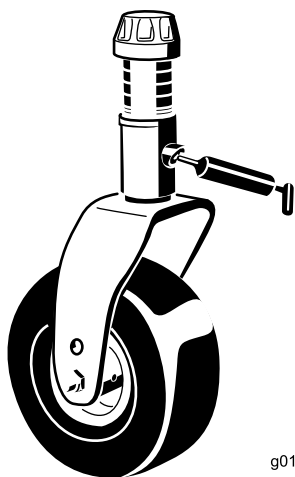

Figura 47
- Boccola (1) dell'asse della forcella della ruota orientabile (Figura 47)
- Boccole del perno del braccio di rinvio (1) (sitate sotto il braccio di rinvio)